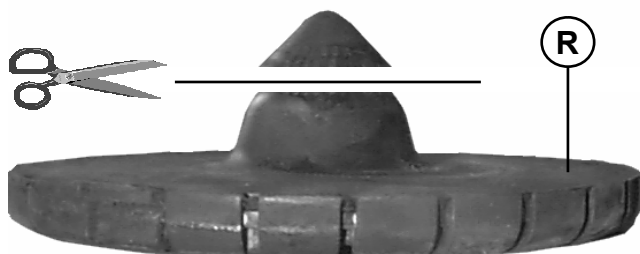

fig.1.
4. Schneiden Sie der Oberseite des Hauptfedergummis **R** ab. Siehe Bild 1.
4. Couper la tête des caoutchoucs **R**, voir fig. 1.
4. Skär av toppen på huvudfjädergummi **R**. Se fig 1.